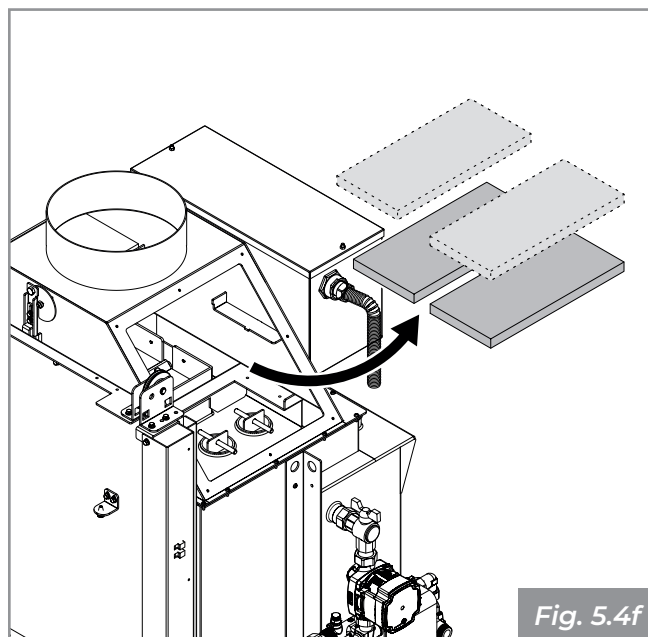

Fig. 5.4f
- Estrarre i deflettori fumi in magnofix e rimuovere i residui di fuliggine (**Fig. 5.4f**);